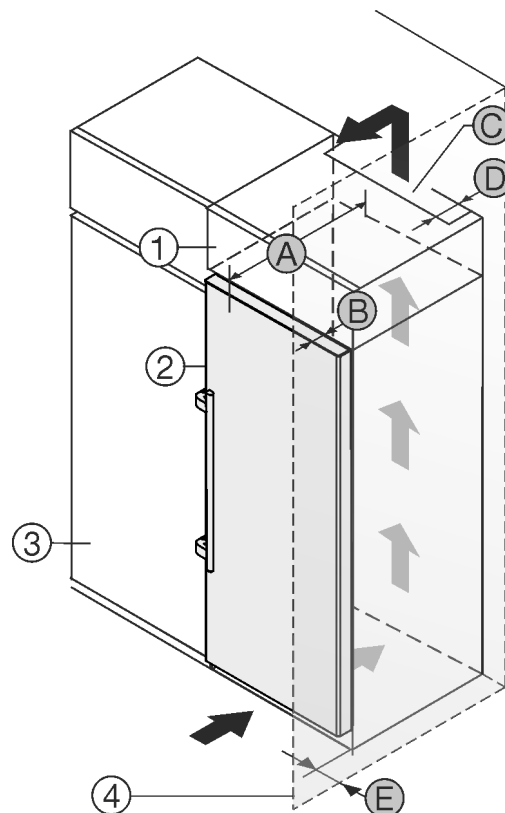

Fig. 2
- (1) Επικαθήμενο ντουλάπι *
- (2) Συσκευή *
- (3) Ντουλάπι κουζίνας *
- (4) Τοίχος *
- (A) Βάθος συσκευής *
- (B) Βάθος πόρτας *
- (C) Διατομή αερισμού *
- (D) Απόσταση πίσω πλευράς συσκευής *
- (E) Απόσταση από το πλάι της συσκευής *
Μπορείτε να τοποθετήσετε τη συσκευή ακριβώς δίπλα από το ντουλάπι κουζίνας Fig. 2 (3).*
Στην πίσω πλευρά του επικαθήμενου ντουλαπιού πρέπει να υπάρχει ένα κενό εξαγωγής αέρα με βάθος Fig. 2 (D) σε όλο το πλάτος του επικαθήμενου ντουλαπιού.*
Κάτω από την οροφή του δωματίου πρέπει να τηρείται η διατομή εξαερισμού Fig. 2 (C).*
Εάν τοποθετήσετε τη συσκευή με τους μεντεσεδες δίπλα σε κάποιον τοίχο Fig. 2 (4), τότε πρέπει η απόσταση ανάμεσα στη συσκευή και στον τοίχο να ανέρχεται σε τουλάχιστον 57 mm. Αντιστοιχεί στην προεξοχή της χειρολαβής όταν η πόρτα είναι ανοιχτή.*
Για να μπορείτε να ανοίγετε τελείως την πόρτα, πρέπει η συσκευή να προεξέχει κατά το βάθος της πόρτας Fig. 2 (B) από την πρόσοψη του ντουλαπιού κουζίνας. Η συσκευή μπορεί να προεξέχει περισσότερο, ανάλογα με το βάθος των ντουλαπιών κουζίνας Fig. 2 (3) και την χρήση αποστατών τοίχου.*